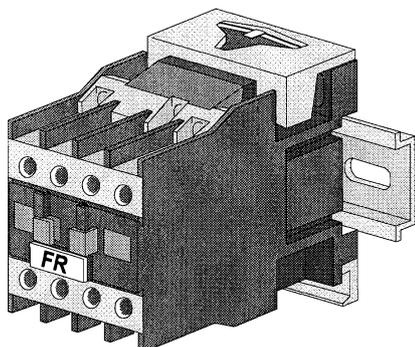

Figure 13 Montage du contacteur FR sur rail symétrique oméga
- Pour des contacteurs principaux de calibre **D18** ou D25, le contacteur FR peut, en principe, être monté sur la même platine que ceux-ci ; le contacteur est fixé sur un rail oméga symétrique, comme indiqué Figure 13 ci-dessous.